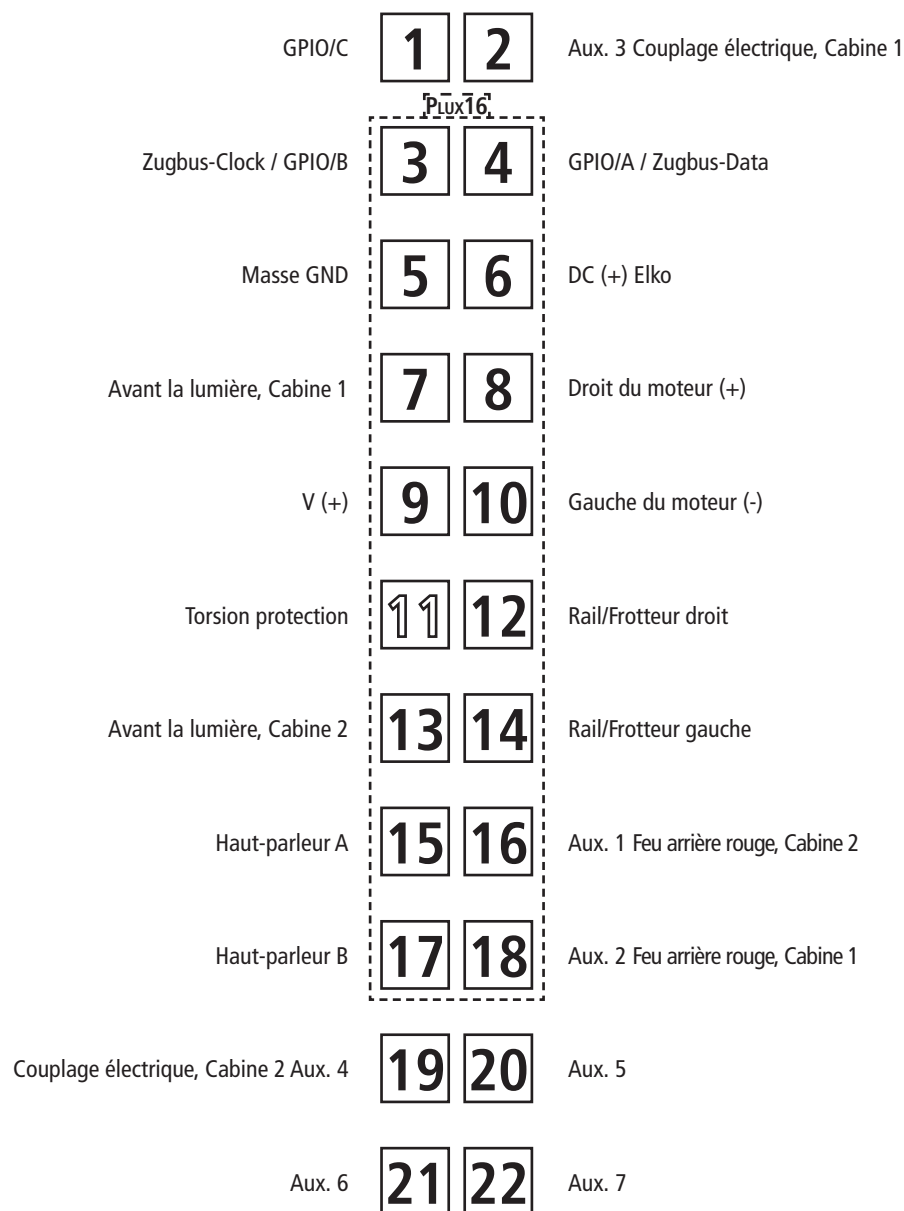
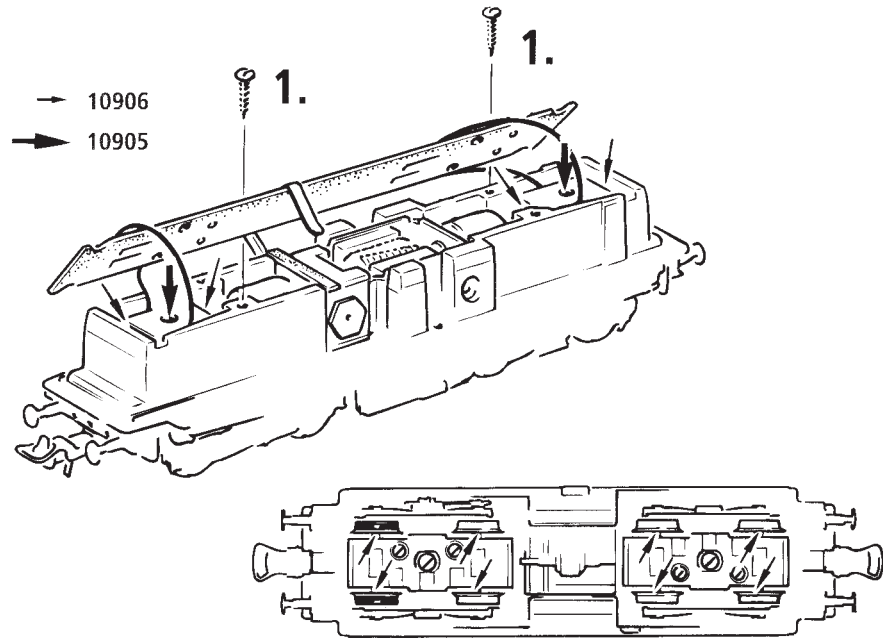
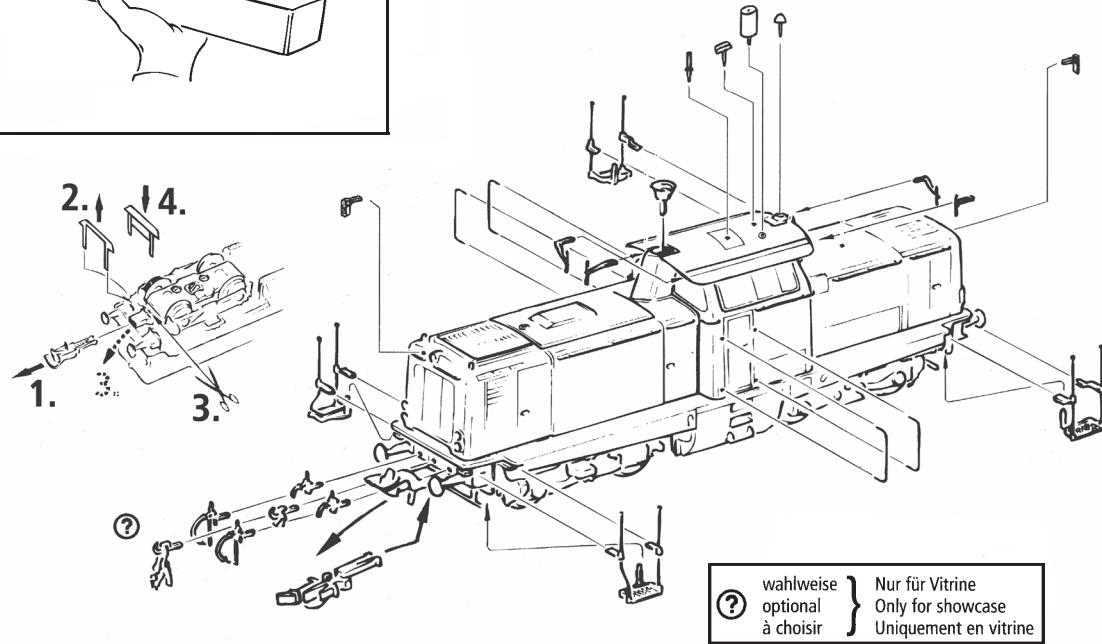

Fig. 7
Fig. 9
Fig. 3
**2. Schmierung:** Versehen Sie die im Schmierplan in Fig. 7 gekennzeichneten Stellen mit nur **kleinen Öltropfen**. Dazu zuerst das Lokgehäuse abnehmen (Fig. 3). Wir empfehlen den **ROCO Öler Art.-Nr. 10906**. Fürs Schmieren der Getriebeteile (Zahnräder, Schnecke) empfehlen wir das **ROCO-Spezialfett Art.-Nr. 10905**. Im Falle der Schmierung diese Teile **nicht ölen**.
**Mehrzugbetrieb:** Zuerst Lokgehäuse abnehmen (Fig. 3). Danach den Brückenstecker aus der Schnittstelle entfernen (diesen sorgsam aufbewahren). Danach den Stecker des Steuerbausteins lagerichtig einsetzen (siehe Fig. 9).
**4. Kohlebürstenwechsel:** Lokgehäuse abnehmen (Fig. 3). Danach wird der Motor ausgebaut und die Kohlebürsten ausgewechselt (Fig. 6).
Remove the jumper from the interface. Finally put the plug of the chip into the interface as shown in fig. 9.
**2. Lubrication:** Apply **tiny oil drops** to spots marked in fig. 7. Prior to lubrication dismantle locomotive (fig. 3). We recommend using item no. **10906, Roco oiler**. For lubrication the gearparts (e.g. cogwheels, worm) we should recommend our Roco **special grease** (item no. **10905**).
**4. Carbon Brush Changing:** First remove loco body (fig. 3), and then the motor (fig. 6).
**2. Graissage:** N'appliquez **qu'une toute petite goutte** aux endroits indiqués par le plan de graissage (fig. 7) après avoir démonté la caisse de la locomotive (fig. 3). Nous vous recommandons **le graisseur à huile Roco réf. 10906**. Pour graisser les engrenages (roues dentées, vis sans fin) nous vous conseillons la **graisse spéciale Roco réf. 10905** pour engrenages en matières synthétiques. Lorsque vous utilisez cette graisse il faut éviter d'huiler ces composants.
**4. Remplacement des balais du moteur:** Démontez la caisse (voir fig. 3). Démontez ensuite le moteur et échangez le balais (fig. 6).